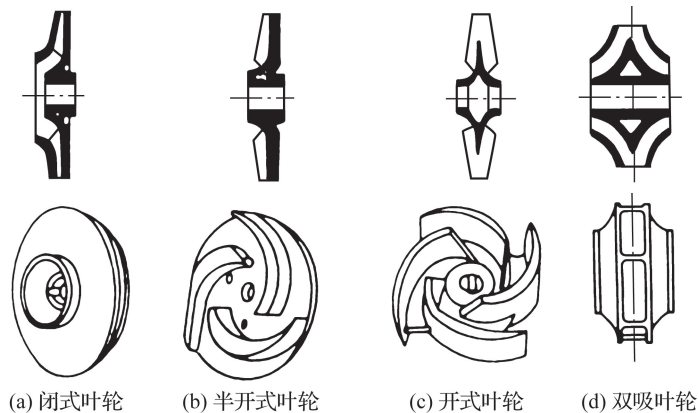

图 1-5 离心泵叶轮的结构形式
①闭式叶轮。如图1-5(a)、图1-5(d)所示,这种叶轮一般由前盖板、后盖板、叶片和轮毂组成,流道封闭,效率较高,扬程较高,抗气蚀性能较好,但制造复杂,一般适用于输送流量大、不含颗粒杂质的洁净流体。
②半开式叶轮。如图1-5(b)所示,这种叶轮没有前盖板,只有后盖板(或只有前盖板,没有后盖板),流道是半开式的,常用于输送黏性液体、易于沉淀或含有固体颗粒的液体,效率比较低。
③开式叶轮。如图1-5(c)所示,这种叶轮既无前盖板又无后盖板,只有叶片和轮毂,各叶片用筋条连接并加强或在叶片根部采用逐渐加厚的办法加强。这种叶轮流道完全敞开,叶轮效率较低,适用于输送含有杂质(如含泥沙或带有纤维)的液体。
①单吸叶轮。液体从叶轮的一侧吸入叶轮,如图1-5(a)所示。液体在叶轮内的流动状况较好,结构简单,叶轮悬臂支承在轴上,适用于流量较少的场合,但这种叶轮两边受到的力不相等,每个叶轮要受到不平衡的轴向推力。
②双吸叶轮。如图1-5(d)所示,这种叶轮两边对称,犹如两个单吸叶轮背靠背贴合在一起,无轴向推力,适用于流量较大的场合。由于叶轮从两侧吸入液体,因而双吸叶轮具有较强的吸液能力,同时液体在叶轮进口处的流速较低,有利于改善泵的抗气蚀性能,但这种叶轮结构比较复杂,液流在叶轮中汇合时有冲击现象,对泵的效率有所影响。